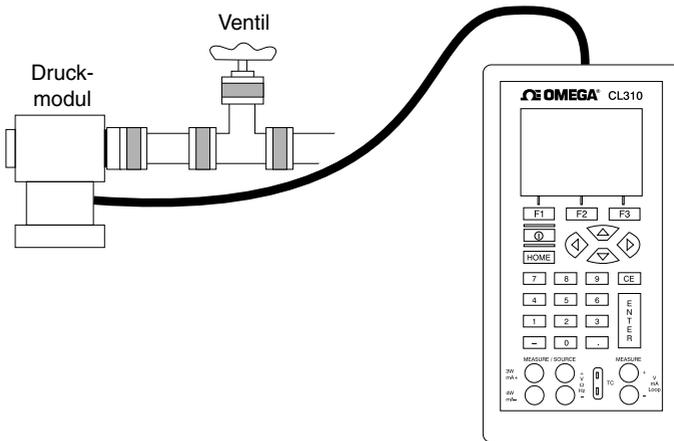

Abbildung 18. Messen eines Drucktransmitters
1. Schließen Sie das Druckmodul an den Kalibrator an wie in Abbildung 18 gezeigt.